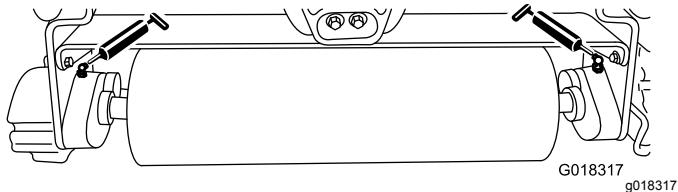

図6
各ローラ・ユニットにはグリスフィッティングが2つ図6ありますから、15運転時間ごとにリチウム系2号グリスを注入してください。手動式のグリスガンの使用をお勧めします。
2. トリローラのシャフトにグリスを注入する手に圧力を感じるまでポンプ動作を続ける図6。